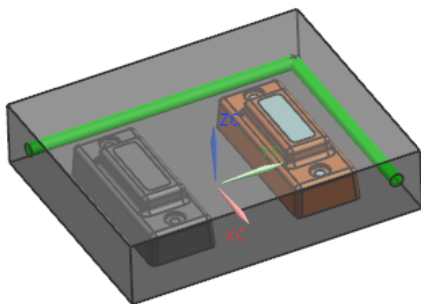

图 9-34 两段管道相交
(5) 单击【应用】或【确定】按钮，这时两段管道将自动延伸，直到相交，如图 9-34 所示。